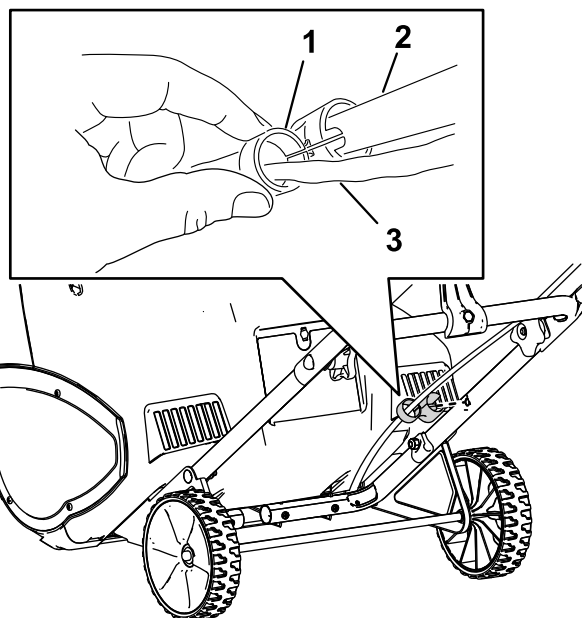

Figura 2
4. Instale o guia do cabo na pega (Figura 2).